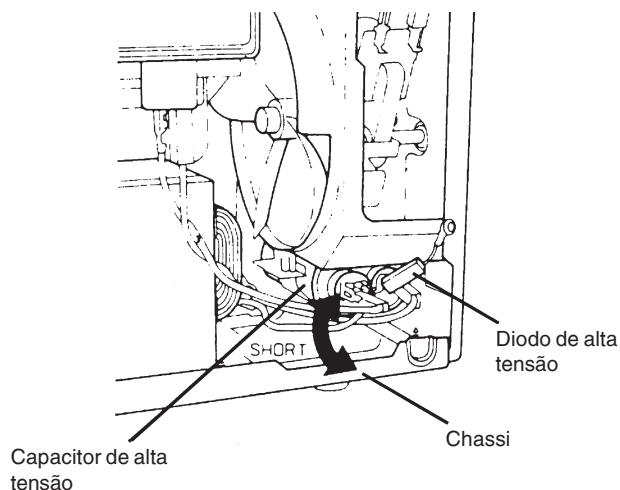

Fig. 1
- 1- Descarregue o capacitor de alta tensão, sempre que for realizar algum conserto no circuito de alta tensão, curto-circuitando-o com o chassi, utilizando uma chave de fenda, conforme fig.1.